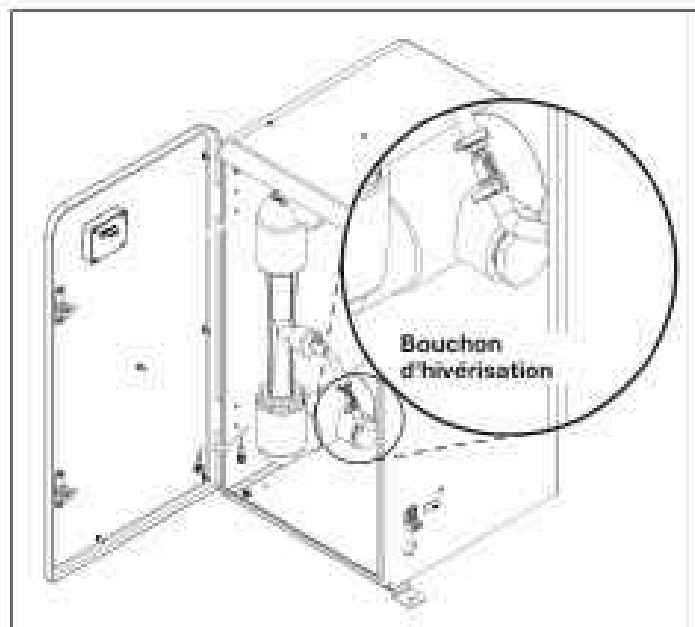

Figure 9. Emplacement du bouchon d'hivérization
3. Localiser le bouchon de vidange de 1 po NPT et le retirer pour vidanger l'eau restante. Voir la Figure 9.